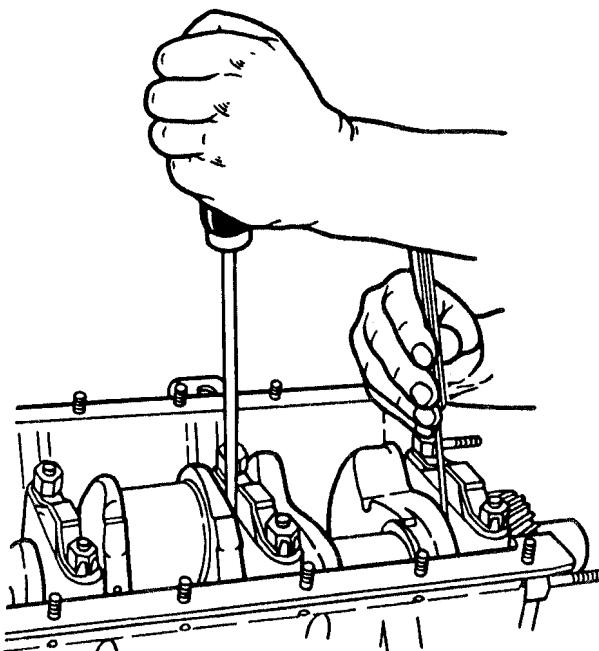

Рис.71. Проверка осевого зазора коленчатого вала
13. Проверить осевой зазор коленчатого вала. Для проверки необходимо отжать коленчатый вал к заднему концу двигателя и с помощью щупа определить зазор между торцом задней шайбы упорного подшипника и плоскостью бурта первой коренной шейки (рис.71). Зазор должен быть  $0,075\dots0,275$  мм. При увеличенном осевом зазоре для его восстановления установить упорные шайбы стандартной толщины или ремонтные упорные шайбы, увеличенной на 0,13 мм толщины. В случае значительного износа стальной упорной шайбы, установить новую упорную шайбу. В случае невозможности восстановления зазора заменой шайб, заменить коленчатый вал.